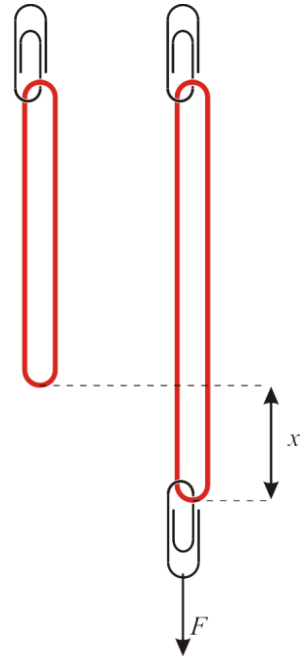

Рис. 1
1. Экспериментально исследуйте зависимость удлинения x резинового кольца (банковской резинки) от величины растягивающей силы F (рис. 1).